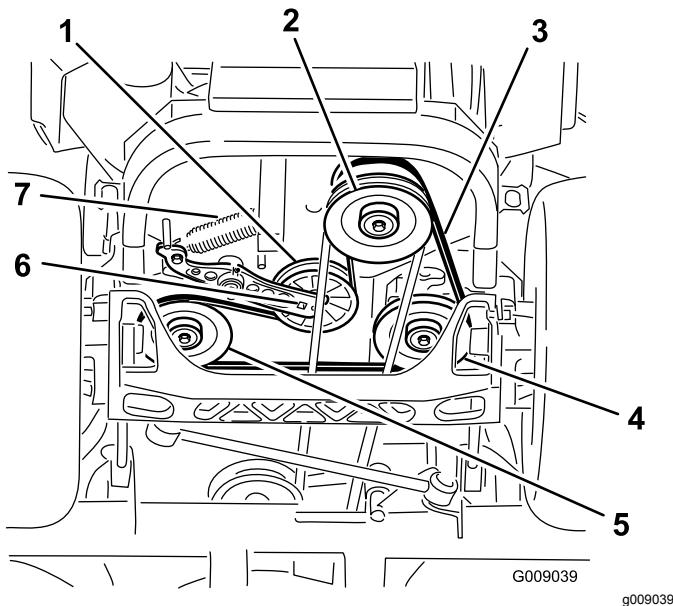

Figure 78
4. Soulevez la machine sur des chandelles (Figure 78).
5. Insérez un rochet dans le trou carré du bras de la poulie de tension pour déposer le ressort de la poulie de tension (Figure 78).
6. Décrochez le ressort de tension sur le cadre (Figure 78).
9. Insérez un rochet dans le trou carré du bras de tension pour installer le ressort de la poulie de tension sur le cadre (Figure 78).